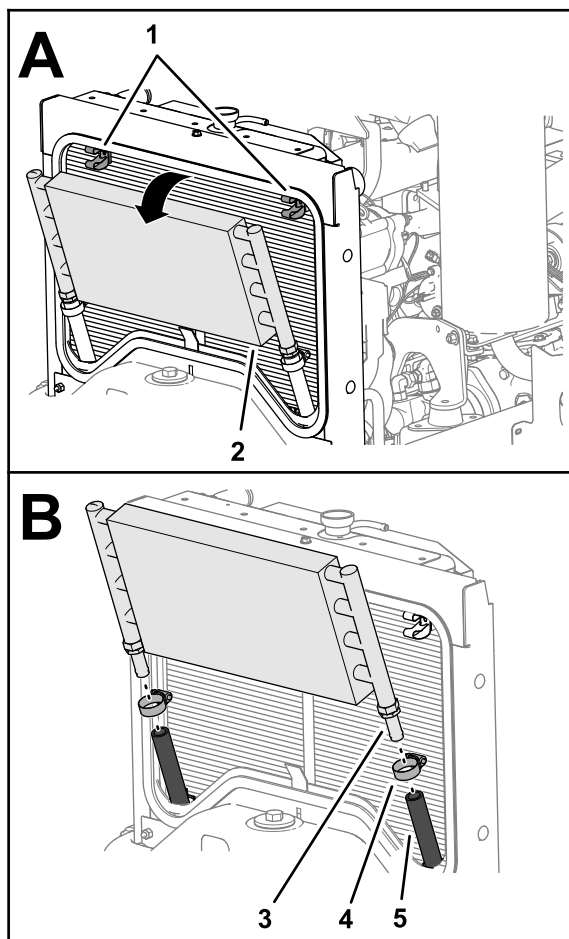

Figur 13
3. Frakobl hydraulikkølerens udtagsrør fra fittingen øverst på hydraulikfilterhovedet (Figur 13).